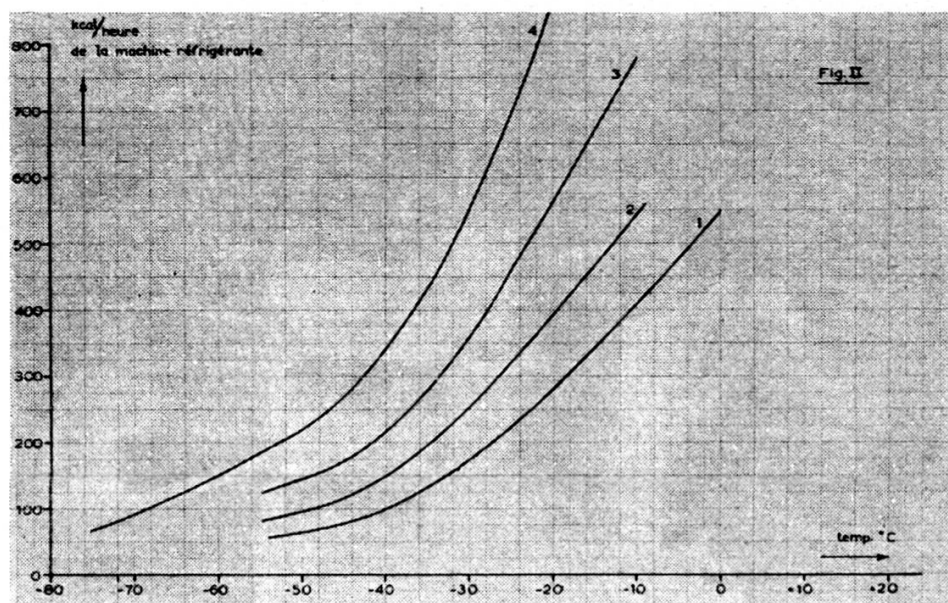

Fig. 2.
F) La section de mesure doit satisfaire à ces exigences que les pertes thermiques soient petites pour obtenir une température très basse (voir fig. 2).
G) La machine réfrigérante. Le choix de la machine dépend des pertes thermiques et de la température la plus basse qu'on veut obtenir (voir fig. 2) (quatre types 1 jusqu'au 4).